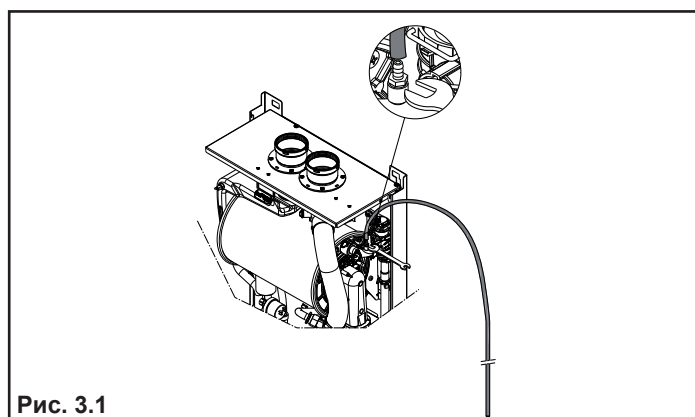

Рис. 3.1
1. С помощью ключа на 11 откройте ручной воздушный клапан, находящийся на трубе подачи (рис. 3.1). К клапану необходимо присоединить трубочку, входящую в комплект поставки котла, с тем, чтобы можно было слить воду в какой-либо внешний контейнер.